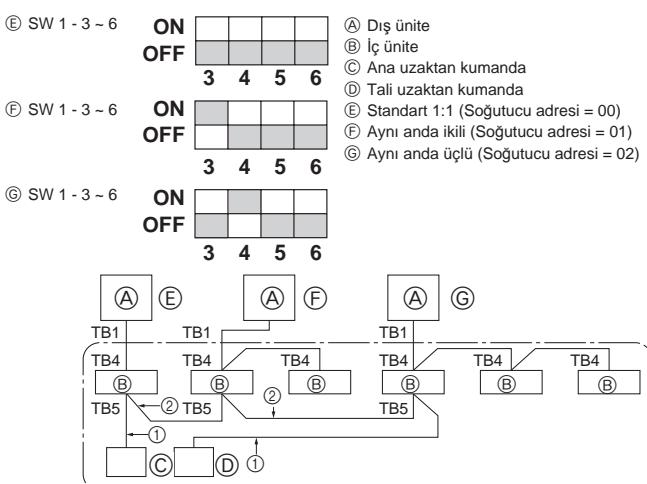

Fig. 9-1
① Elektrik verin (devre kesici).
② Gaz vanası kapatıldıktan sonra, dış ünitenin kontrol panosu üzerindeki SWP düğmesini ON konumuna getirin. Kompressor (dış ünitese) ve vantilatörler (iç ve dış üniteler) çalışmaya başlar ve soğutucu çekme işlemine başlanır. Dış ünitenin kontrol panosu üzerinde bulunan LED1 ve LED2 yanar.
③ Ünite soğutucu çekme işlemi tamamlandıktan sonraki yaklaşık iki ila üç dakika içinde (LED1 ve LED2 yanar) otomatik olarak durdurulur. Bu sürede, soğutucu çekme vanasını hemen kapatın. LED1 ve LED2 yandığı ve dış ünite durduğunda, sıvı kesme vanasını tamamen açın ve ardından 3 dakika geçtikten sonra ② adımı tekrarlayın.
④ Elektrikyi kesin (devre kesici).
9. Sistem kontrolü (Fig. 9-1)